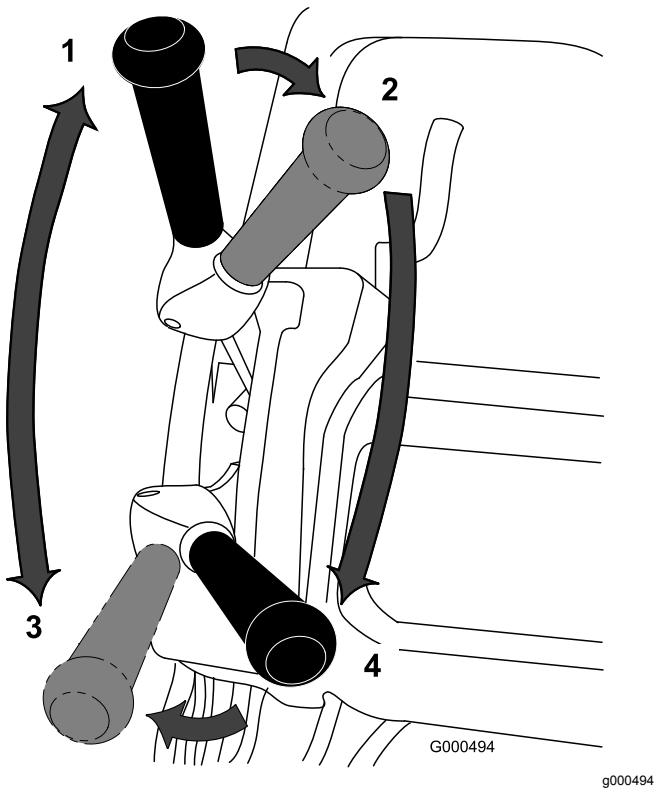

Bild 32
1. Lassen Sie den Motor an, stellen den Gasbedienungshebel auf verringerte Geschwindigkeit, drücken den Holm nach unten, um die Schneideeinheit anzuheben, aktivieren Sie die elektronische Sicherheit, schieben den Fahrantriebshebel und den Spindelantriebshebel in die Stellung VORWÄRTS und transportieren Sie die Maschine an den Rand der Rasenfläche (Bild 32).
2. Schieben Sie den Schalthebel in die NEUTRAL-Stellung (Bild 32).
3. Stellen Sie den Antriebshebel in die Stellung: NEUTRAL und Spindelantrieb in die Stellung: AUSGEKUPPELT (Bild 32).
4. Stellen Sie den Antriebshebel in die Stellung: VORWÄRTS und Spindelantrieb in die Stellung: EINGEKUPPELT (Bild 32). Geben Sie Gas, bis die Maschine die gewünschte Fahrgeschwindigkeit erreicht hat. Fahren Sie die Maschine auf die Grünfläche, senken die Schneideeinheit ab und beginnen Sie mit dem Mähen.